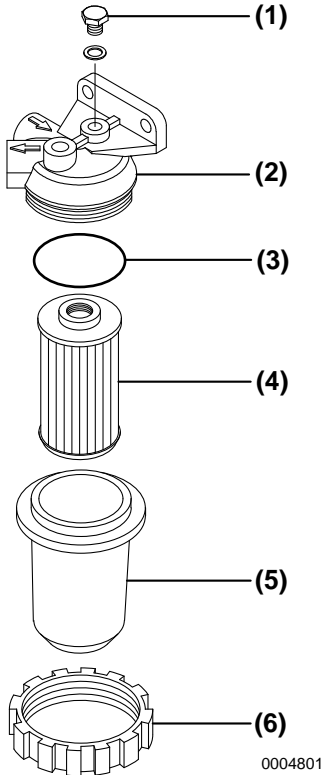

Figure 4
3. Desserrez la vis de purge d'air (**Figure 4, (1)**) de 2 - 3 tours.